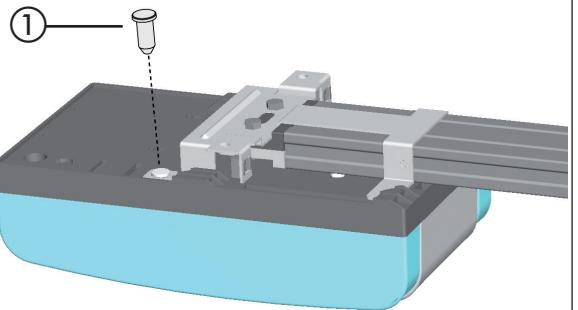
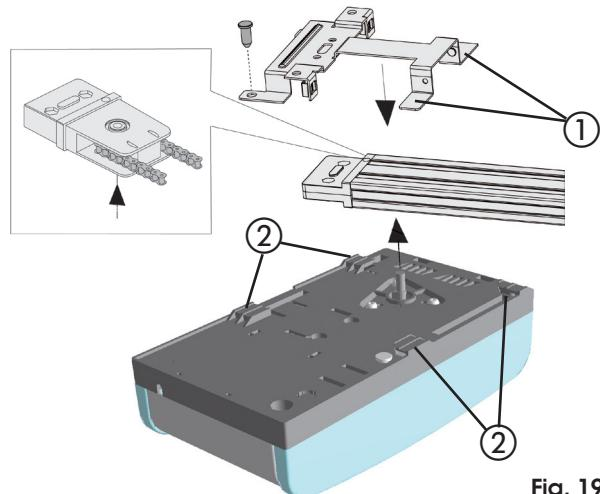
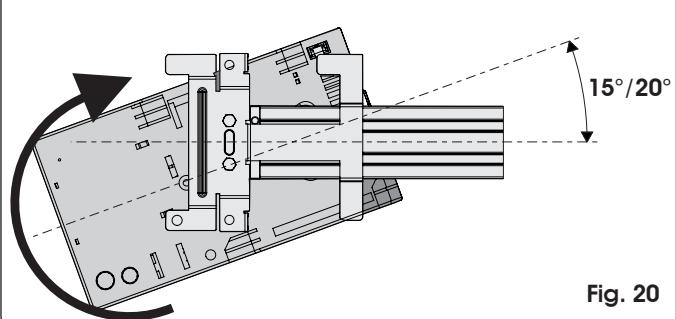

Fig. 21
Fig. 19
Fig. 20
- 1) Tenendo inclinato di 15°/20° l'operatore (Fig. 20), inserire l'alberino del motoriduttore nell'innesto presente nell'attacco posteriore della guida di scorrimento e avvicinare le alette (Fig. 19 rif. ①) alle sedi sul fondo della base dell'operatore (Fig. 19 rif. ②).
- 2) Ruotare l'operatore nel senso di Fig. 20 fino a raggiungere la posizione di Fig. 21 ed inserire la spina nel foro dell'attacco posteriore (Fig. 21 rif. ①).